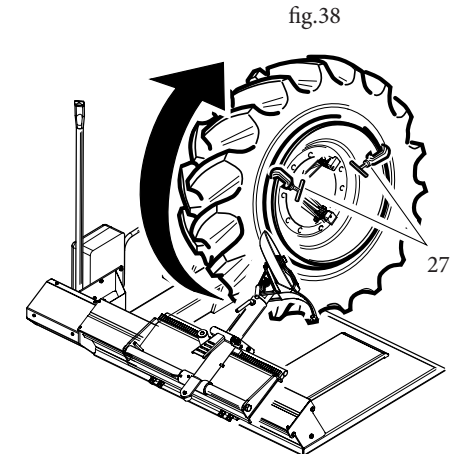

fig.38
N.B: Per la ruota particolarmente dura e bloccata sul cerchio si consiglia di utilizzare due "morsetti di fissaggio" (27) (fig.38) disponibili a richiesta.
N.B: For particularly hard tyres and those tightly locked on the ring it is advisable to use the two special fixing clamps supplied on request (27, fig. 38).
N.B.: pour la roue particulièrement dure et bloquée sur la jante on conseille d'utiliser deux "étaux de fixation" (27) (fig. 38) disponibles sur demande. Les étaux servent à bloquer la tringle sur la jante de façon à libérer, pendant l'opération de détalonnage du bord antérieur, la tringle du pneu également. Si la tringle ne se détachait pas, faire sortir le pneu avec la tringle attachée. Pour l'enlever il faut la fixer au mandrin de la machine comme si c'était une jante normale et l'enlever par l'arrière.
Beachten Sie bitte: Für besonders harte und auf dem Felgen blockierte Reifen empfehlen wir den Gebrauch von zwei "Fixierklemmen" (27) (Abb. 38), die auf Wunsch geliefert werden können. Diese Klemmen dienen zur Blockierung des kleinen Reifs auf dem Felgen, sodaß während des Wulstabdrückvorgangs des vorderen Rands auch der kleine Reif des Reifens freigemacht wird. Sollte der kleine Reif sich nicht lösen, den Reifen zusammen mit dem festhaltenden kleinen Reif heraustreten lassen. Um diesen zu entfernen, machen Sie ihn an der Gerätespindel fest, als handle es sich um einen normalen Felgen und drücken den Wulst hinterseitig ab.
N.B: Para las ruedas particularmente duras y con bloqueo en llanta, es mejor emplear los especiales sujetadores suministrados opcionalmente (27) (Fig. 38). Estos deben bloquear el aro sobre la llanta de manera que durante las operaciones de destalonamiento del borde delantero se libere incluso el aro del neumático. En el caso de que los sujetadores no alcanzaran separar la llanta del neumático, sacar el neumático con el aro pegado. Para quitarlo hay que fijarlo al mandril de la máquina como si fuera una normal llanta y destalonarlo por atrás.